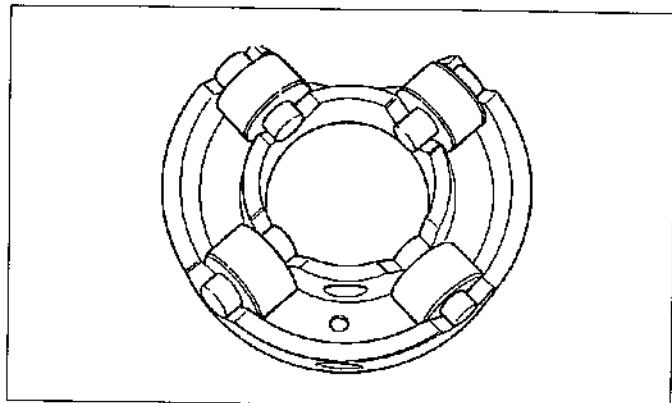

Figura.13-4 Comprobación del anillo de rodillo
(1) Picaduras, rayaduras y cualquier otro tipo de desgaste anormal requerirán el reemplazo del conjunto del anillo de rodillo. (Vea la figura.13-4)